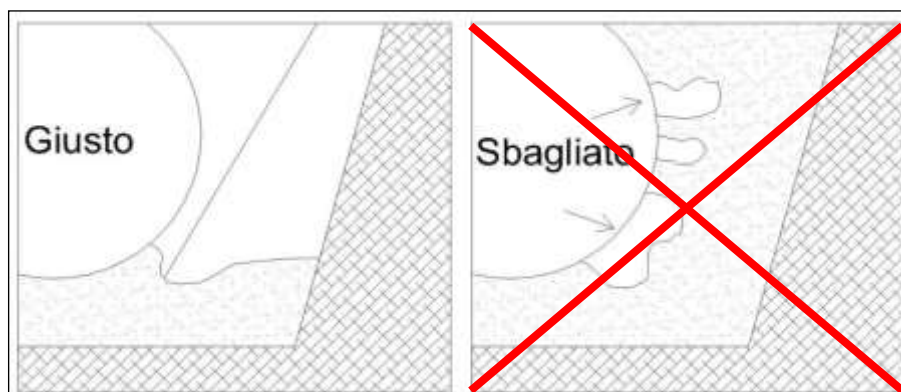

Figura 4-4 ELIMINAZIONE VUOTI DEL RIEMPIMENTO
- Usare materiale per riempimento approvato (fare riferimento al paragrafo “Letto e Riempimento”) evitando vuoti al disotto del manufatto (Figura 4-4);
- Dopo aver poggiato il manufatto sul letto di posa, mettere altri 300mm di materiale di riempimento (Figura 4-4), intorno al manufatto;
- Ripartire e compattare (eliminando i vuoti) tutto il materiale di riempimento tra le ore 5 e le ore 7 (riferimento angolare) come in Figura 4-4, per tutta la lunghezza del manufatto ed anche intorno alle due calotte (estremità);